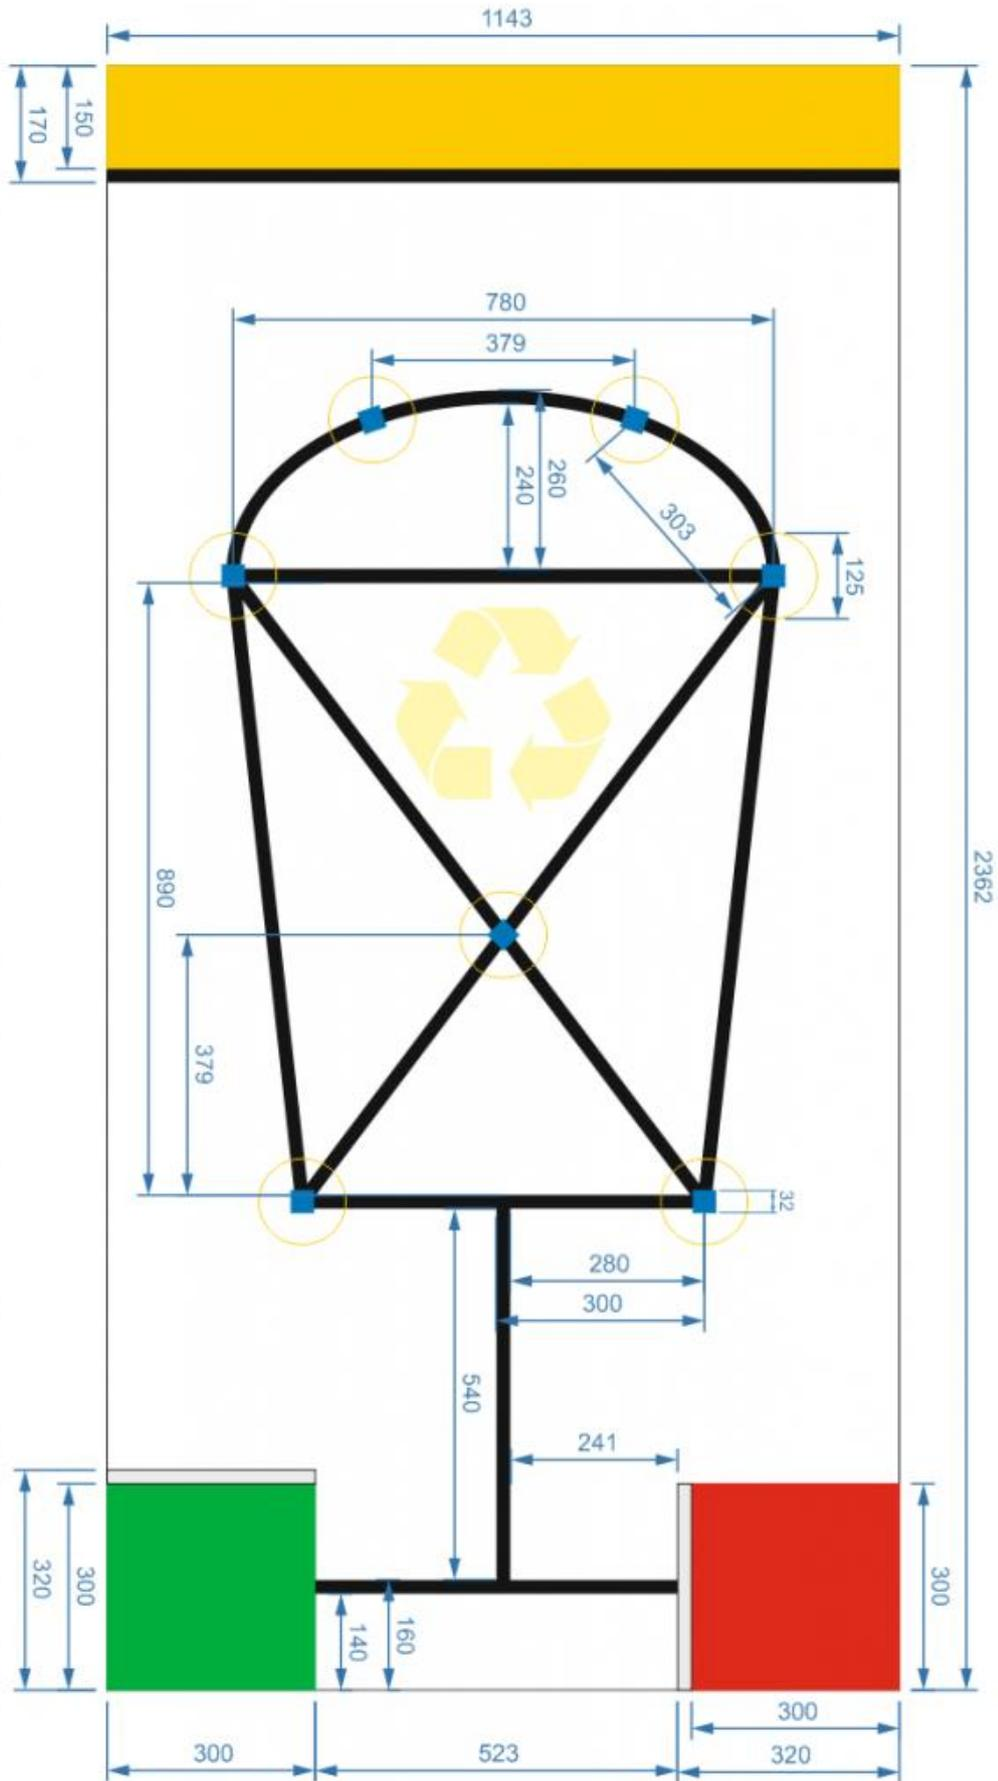

Рис. 7. Схема разметки поля
- 5.1 Разметка наносится на поле в соответствии с рис. 7.